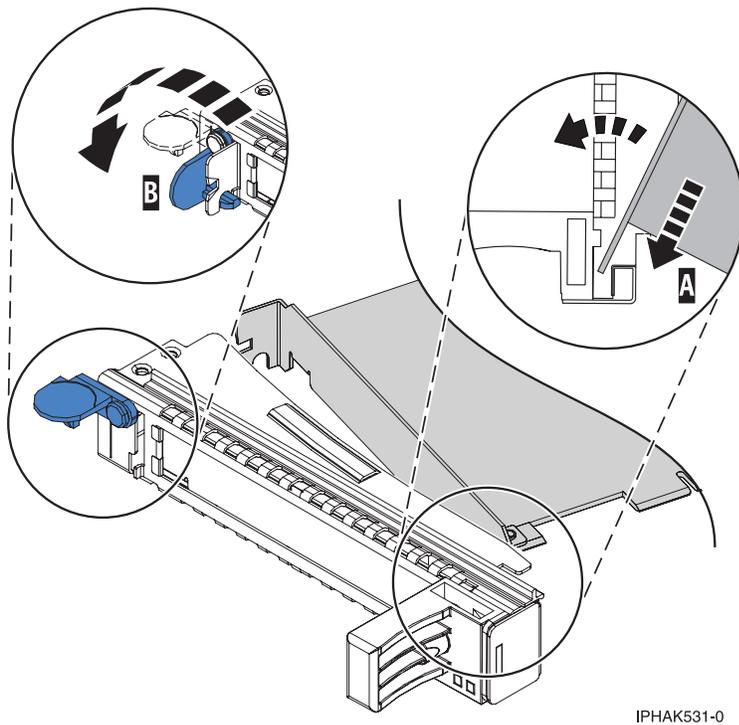

Figura 41. Adaptador que se ha quitado de la casete de adaptador PCI de anchura simple
- a. Con la abrazadera de la contrapunta en posición de abierto, inserte con firmeza el adaptador en el canal (A) de retención de la contrapunta. Consulte la sección Figura 41 en la página 55.
c. Cierre la abrazadera de la contrapunta (B). Consulte la sección Figura 41.